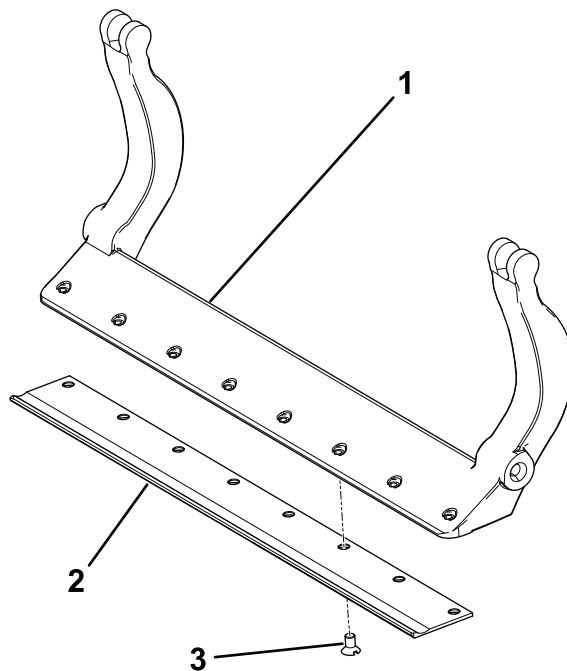

Figura 33
3. Applicare un composto antigrippaggio sulle viti e montate la controlama sulla barra di appoggio come segue (Figura 33):